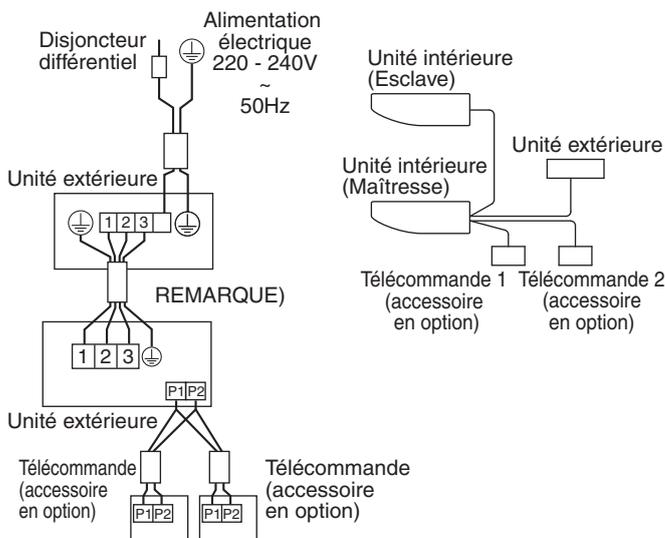

Fig. 36
**(Reportez-vous à la Fig. 36)**